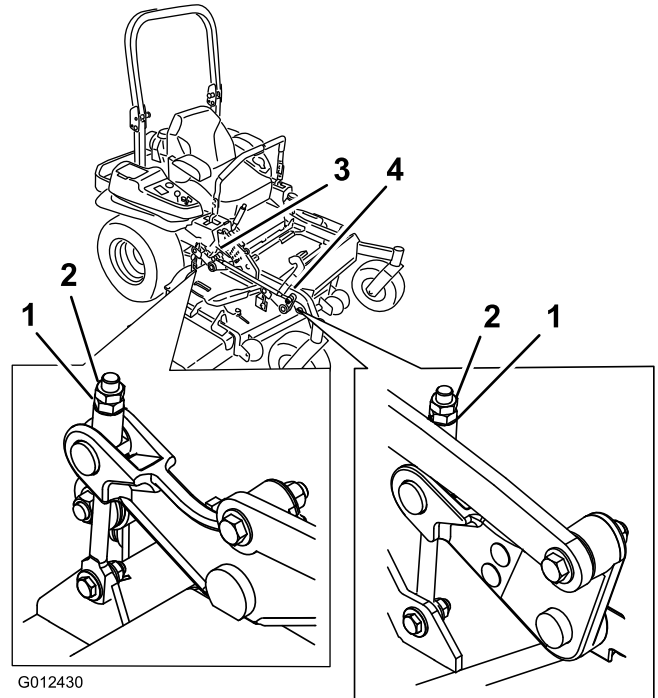

**Figura 85**
- En ambos lados de la carcasa, mida desde la superficie nivelada hasta la punta delantera de la cuchilla (Posición A). La medida debe ser de 7,6 cm (Figura 85).
15. En ambos lados de la carcasa, mida desde la superficie nivelada hasta la punta trasera de la cuchilla (Posición B). La medida debe ser de 8,3 mm (Figura 85).